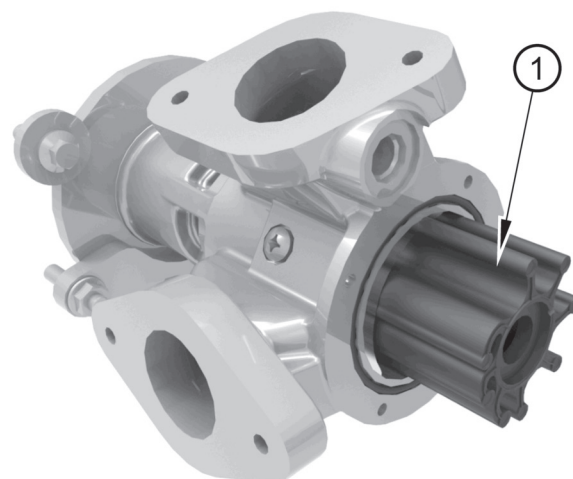

Figura 13
4. Rimuovere il tappo terminale in gomma (voce 2), quindi estrarre la girante dall'albero (figura 13 voce 1).